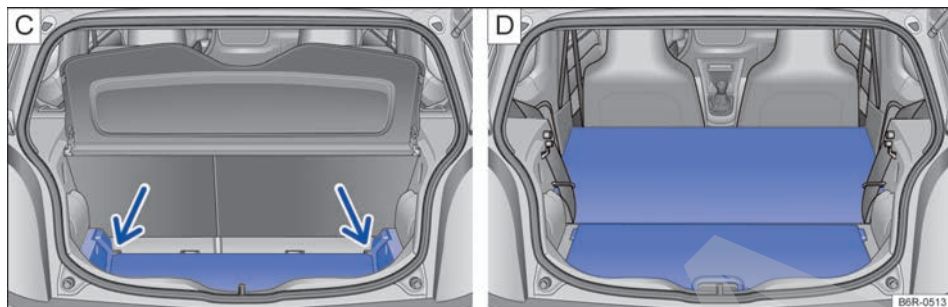

Fig. 67 C: expandir el maletero hacia abajo. D: expandir el maletero hacia adelante.
- Levantar el piso del maletero y empujar hacia abajo, hacia la guía → **fig. 67 C** (flechas).